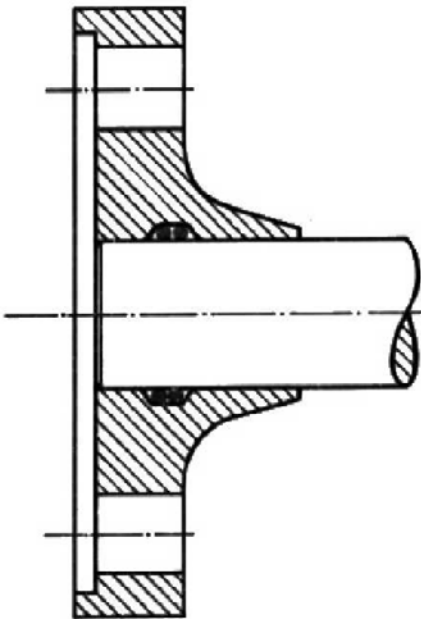

Bild 5: Flächenlötung mit eingelegeten Lotringen
- Lot muss beim Schmelzen Kontakt zum Spalt erhalten. Lotfließweg so kurz wie möglich halten (siehe Bild 5).